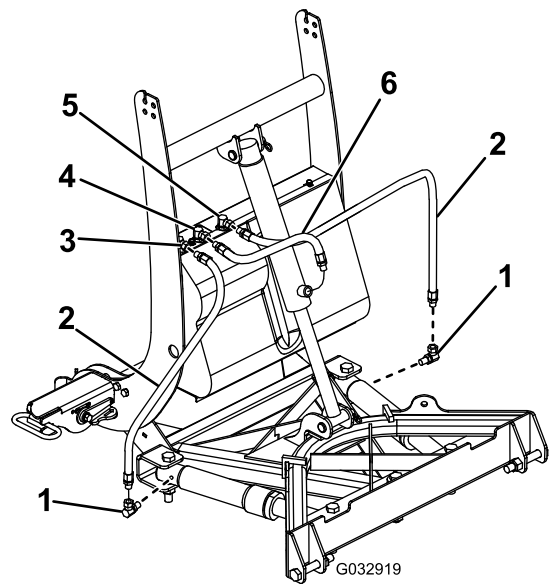

Figure 8
- Branchez l'extrémité de ¼ pouce du flexible de 45 cm au raccord central du collecteur hydraulique (Figure 8). Serrez le raccord à la main, puis serrez-le encore de 2 à 3 tours.
- Branchez l'extrémité à joint torique de 3/8 pouce du flexible de 45 cm au raccord inférieur du vérin de levage (Figure 8). Serrez le raccord à la main, puis serrez-le encore de 2 à 3 tours.
- À l'aide de frein-filet, montez un raccord à 90° sur le vérin à angle droit situé sur le cadre de poussée (Figure 8).
- Branchez l'extrémité de ¼ pouce du flexible de 86 cm au raccord droit du collecteur hydraulique (Figure 8). Serrez le raccord à la main, puis serrez-le encore de 2 à 3 tours.
- Branchez l'extrémité de ¼ pouce du flexible de 86 cm au raccord à 90° monté précédemment (Figure 8). Serrez le raccord à la main, puis serrez-le encore de 2 à 3 tours.